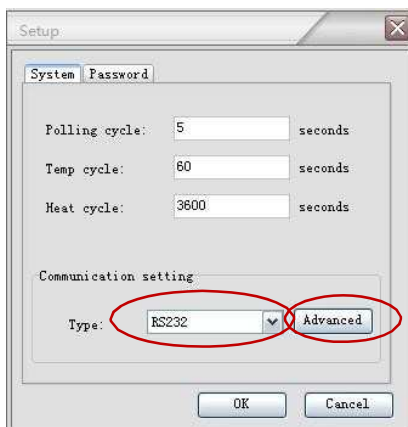

Рисунок 1
- ▶ Нажмите в главном меню кнопку  Setup, откроется окно настроек, выберите интерфейс соединения, рисунок 1, “RS232”.